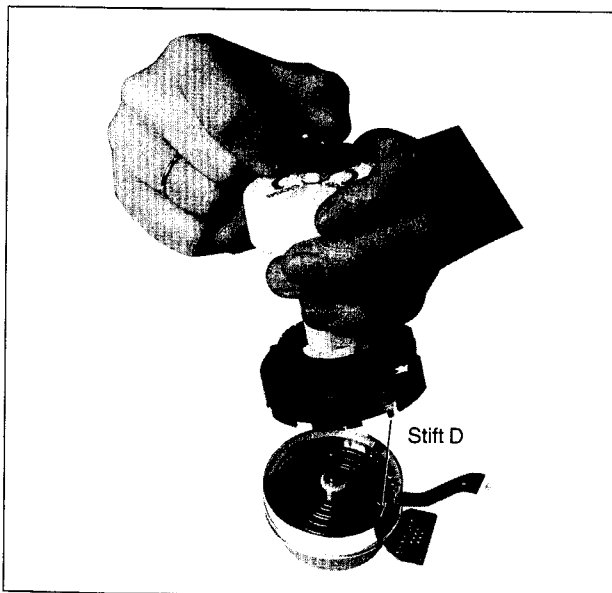

Abb. M7
- Kopfscheibe so positionieren, daß der Stift D der Schutzkappe in die Öffnung des Stators eingreift (der Pfeil auf der Schutzkappe zeigt dabei zum Motorprint; siehe Abb. M7).